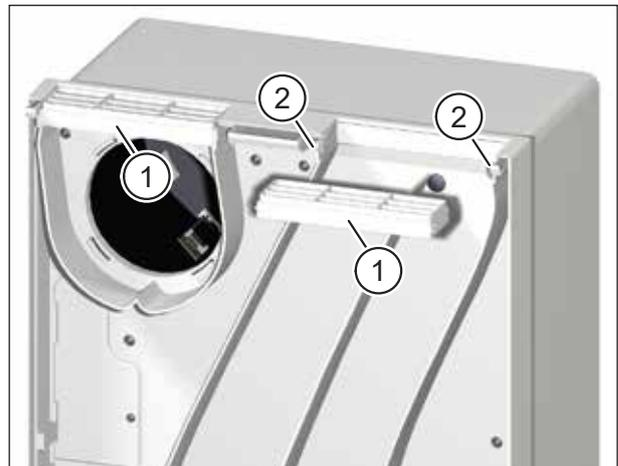

Abb. 10: Luftgitter reinigen (bei Aufputz- oder Unterputzmontage ohne Kanalanschluss)
- ▶ Reinigen Sie die Luftgitter (Pos. 1 in Abb. 10) mit einem feuchten Tuch und milder Seifenlauge. Bei Bedarf können Sie die Luftgitter herausnehmen. Drücken Sie dazu die beiden Aufnahmen (Pos. 2 in Abb. 10) vorsichtig nach außen und ziehen Sie die Luftgitter nach vorne.